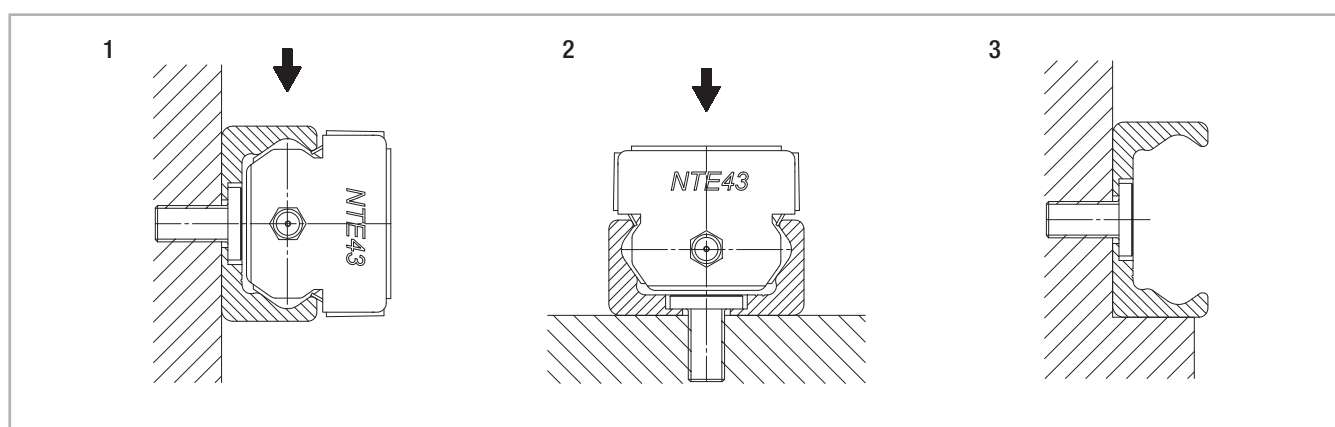

Fig. 101
Le guide T e K possono essere montate in due posizioni in relazione alla forza esterna. In caso di sollecitazione assiale del cursore (fig. 101, pos. 2) la capacità di carico ammissibile si riduce per via dei cuscinetti radiali impiegati. Se possibile, montare pertanto le guide in modo che il carico risultante agisca sui perni volventi in direzione radiale (fig. 101, pos. 1). Il numero di fori di fissaggio nella guida è dimensionato in relazione ai valori di capacità di carico. Si raccomanda l'uso di viti con classe di resistenza 10.9. In caso di applicazioni critiche con vibrazioni o requisiti elevati di rigidità è utile prevedere un supporto della guida (fig. 101, pos. 3).